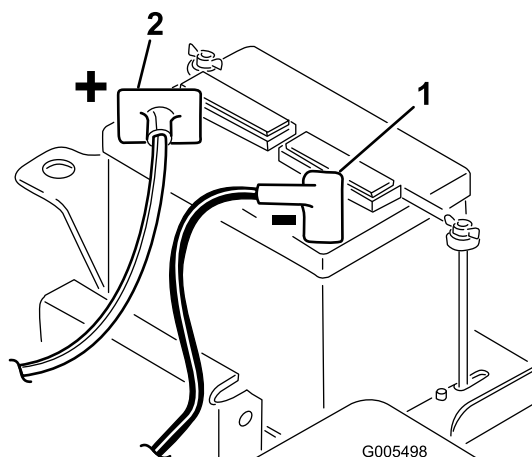

Figure 10
2. Branchez le câble de batterie positif (rouge) entre le solénoïde de démarreur et la borne positive (+) de la batterie (Figure 10). Serrez-le avec une clé et enduisez la borne de vaseline. Vérifiez que le siège ne touche pas le câble quand il est reculé au maximum, car il risquerait de l'user ou de l'endommager.